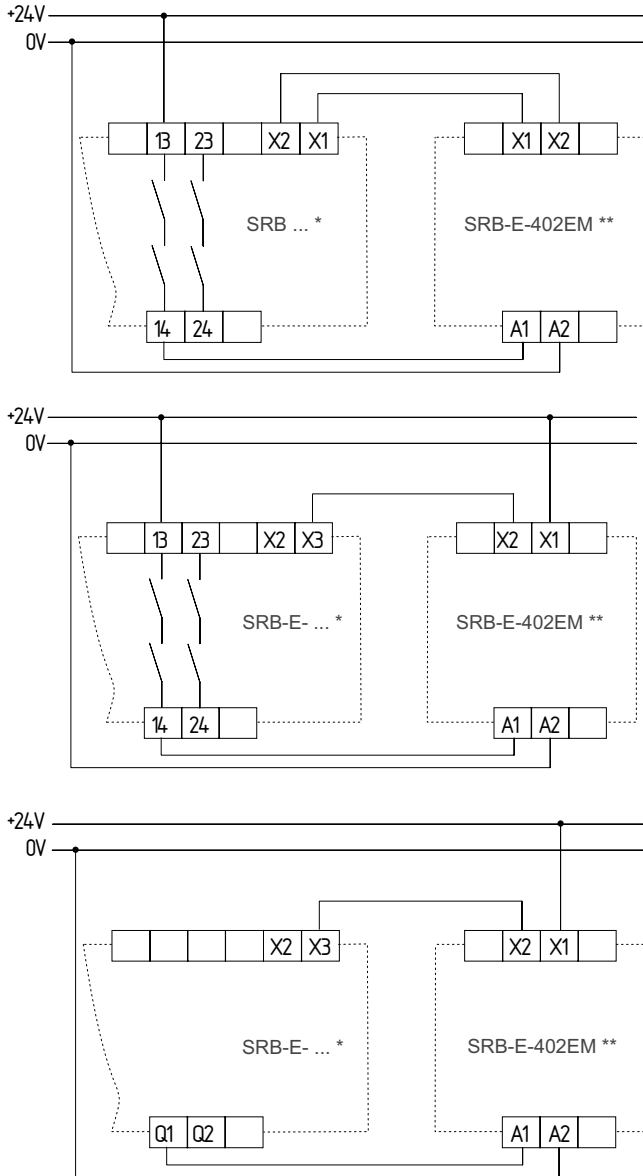

Abb. 3 \* = Grundbaustein; \*\* = Erweiterungsbaustein
**Einkanaleige Ansteuerung an die Klemmen A1 des Erweiterungsbausteins SRB-E-402EM durch einen Sicherheitskontakt oder Sicherheitsausgang des Grundbausteins (siehe Abb. 3)**